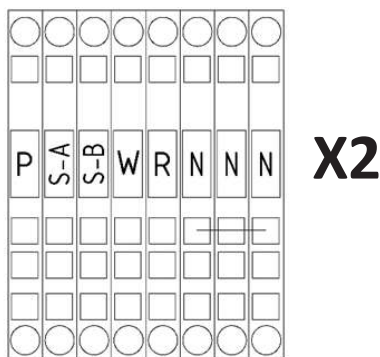

Рисунок 20 - Клеммная колодка X2
4.5.5 Клеммы для присоединения термостата находятся в левой части клеммной колодки X2 котла (см. рисунки 1, 10 и схемы подключения котла рисунки 13-15). При поставке котла установлена перемычка между клеммными контактами «R» и «N1» колодки X2 (рисунок 20). Для подключения термостата к котлу снять перемычку, один провод нормально замкнутой пары контактов термостата присоединить к клемме «R», а второй - к клемме «N1» колодки X2 (рисунок 20).
4.7.5 Электропривод трехходового клапана необходимо подключить к клеммным разъемам **«S-A», «S-B»** и **«N1»** на колодке **X2** (см. рисунок 20 и схемы подключения котла - рисунки 13 - 15).